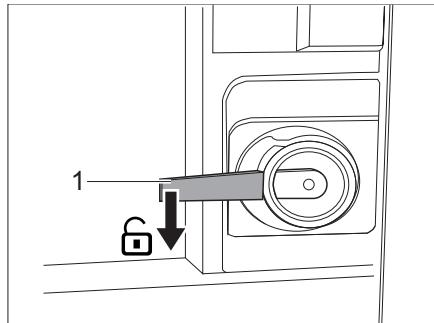

Fig. 22 Cerradura de la puerta de entrada, en el interior, abierta
- Presione hacia abajo la manilla (Fig. 22,1).